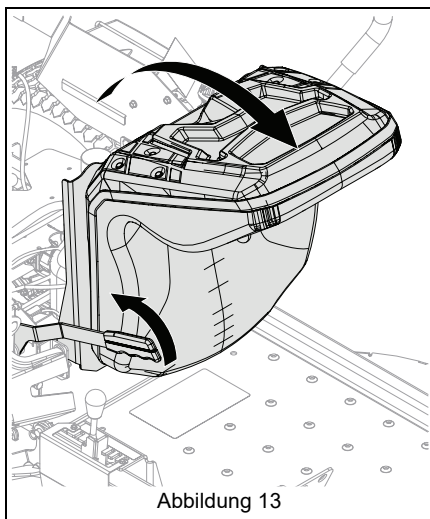

Abbildung 13
7. Den Sitz nach vorne drehen. Siehe Abbildung 13.